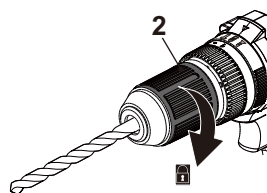

Fig. 3
- > Tournez la bague du mandrin (2) dans le sens horaire jusqu'à ce que le foret soit correctement fixé dans les mors du mandrin (1) (Fig. 3).